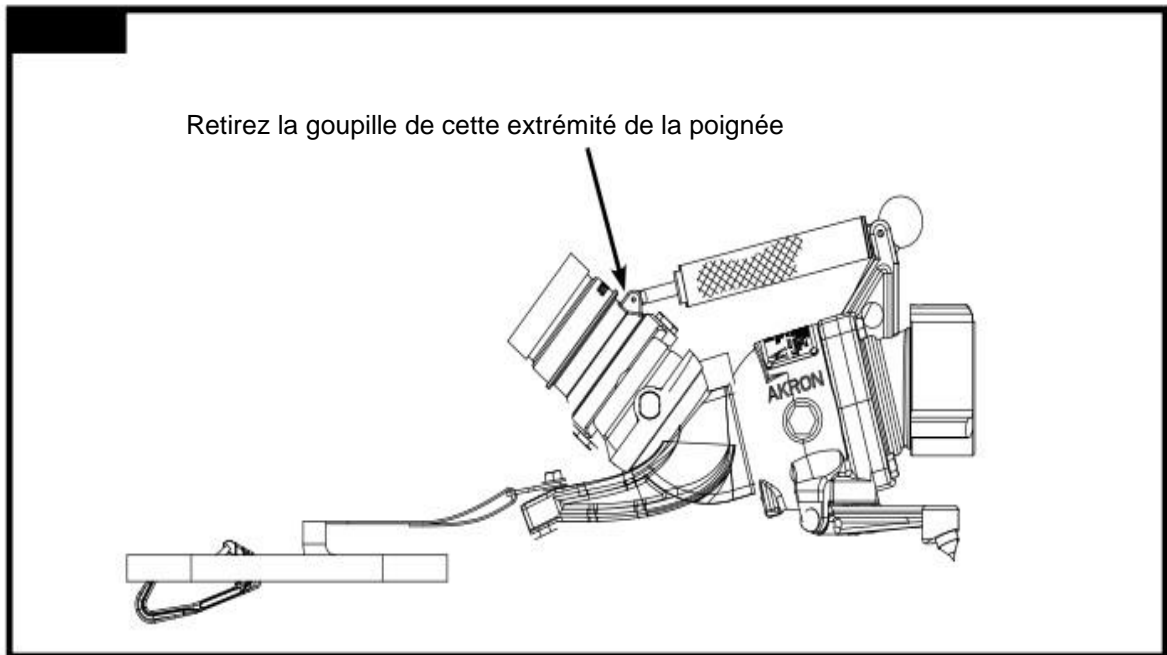

FIGURE: 3
4. Positionnez le support sur les trous de tourillon comme indiqué sur la figure 3.